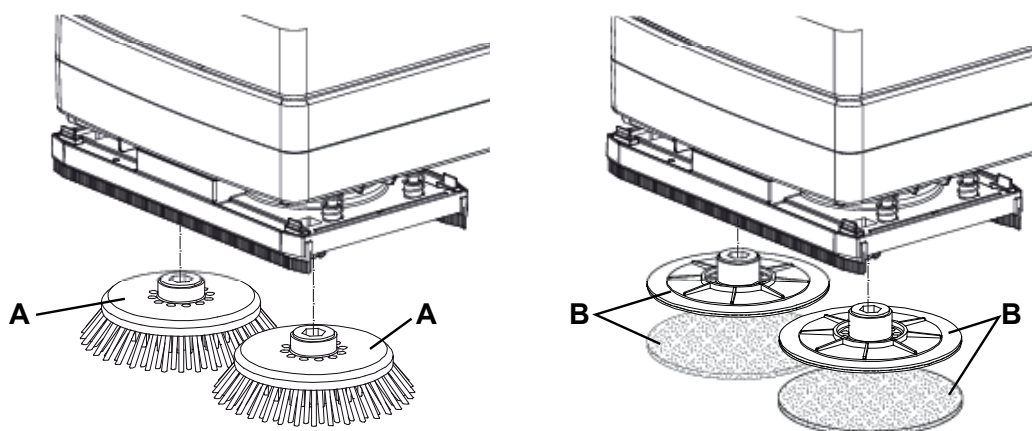

Figure 1
La machine est livrée avec une paire de brosses mises en place (A, Fig. 1). Selon le type de sol à nettoyer, il est possible de remplacer les brosses (A) avec les plateaux support disque avec disques (B).
1. Soulever la machine en faisant levier sur le guidon (2).
2. Introduire les brosses (A, Fig. 1), ou les plateaux support disque avec disque (B) dans les 2 moyeux de la tête (9).
3. Abaisser la machine en utilisant le guidon (2).